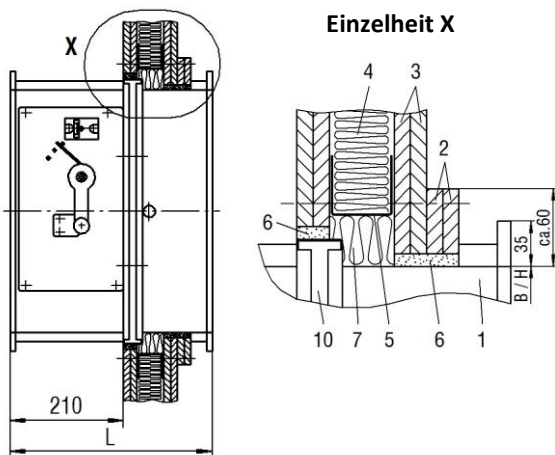

Abbildung 17: Trockeneinbau in leichte Trennwand
- Montage der Aufdoppelung (Pos.19, nichtbedienseitig) bestehend aus GKF-Platten 2 x 12,5 mm, Breite = 80 mm auf beiden H-Seiten und der unteren B-Seite. Schraubenart und Abstände entsprechend (Abbildung 17).